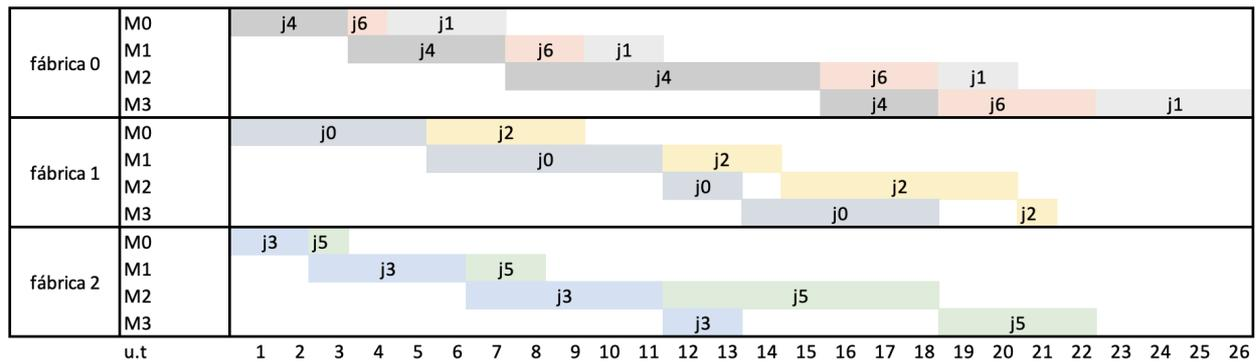

Ilustración 5. Ejemplo Distributed Flowshop según regla de asignación ECT.
Como puede observarse en *Ilustración 5*, al comienzo de la programación como todas las fábricas están libres, asignaremos el trabajo 4 a la fábrica 0, el trabajo 0 a la fábrica 1 y el trabajo 3 a la fábrica 2. Tras asignar estos tres primeros trabajos, el siguiente trabajo es el 5, si este es procesado en la fábrica 0, el *completion time* es 26 u.t, si va a la fábrica 1 este es de 24 u.t, mientras que si va a la fábrica 2 este acabará de procesarse en el instante 22. Viendo estos tiempos de finalización el trabajo 5, será procesado en la fábrica 2 puesto que es la fábrica que finaliza antes con el trabajo. Este proceso se usa a lo largo de toda la programación, obteniendo el diagrama de Gantt que se observa en la *Ilustración 5*.
- ECT (*earliest completion time*): consiste en asignar el trabajo j a la fábrica f cuyo tiempo de terminación es menor (*Ilustración 5*). En caso de empate el trabajo será asignado a la fábrica de menor índice.